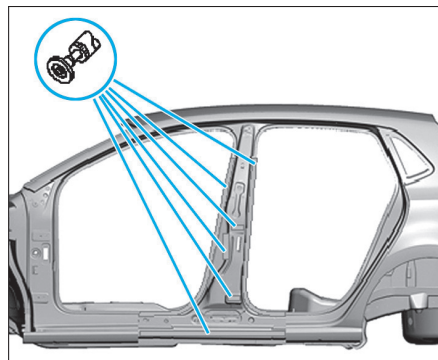

FIG. 41
- Tracer les lignes de coupe (2) et (3) en fonction de l'étendue du dommage.
- Retirer les morceaux de tôle restants (Fig.41).